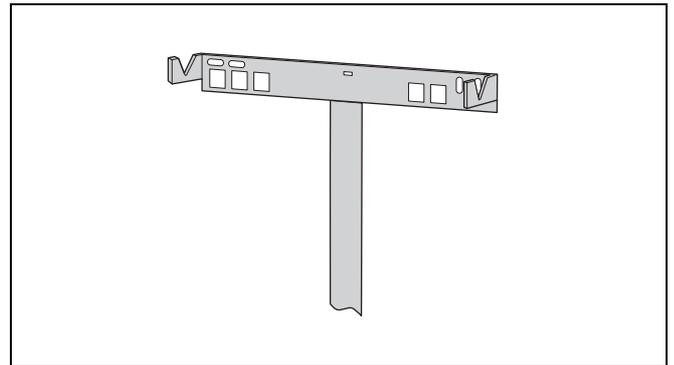

Fig. 6 Striscia di plastica per la correzione longitudinale
- Applicare il supporto a parete. Per la correzione longitudinale utilizzare la striscia di plastica (fig. 6). I ritagli angolari nel supporto sono previsti per un cambio del tipo di apparecchio da ZWR a ZR.